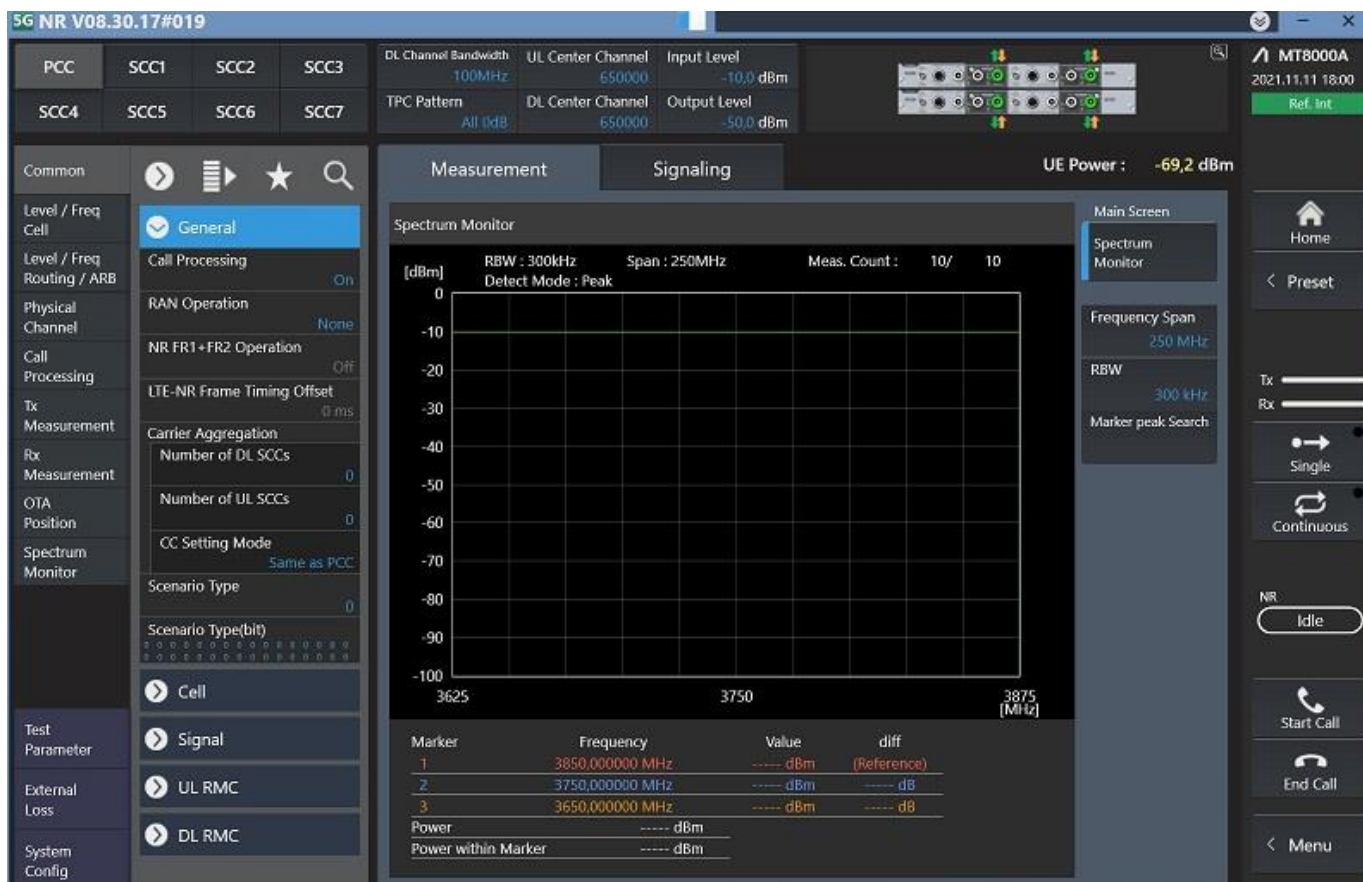

рисунок 10.4.2
10.4.4 Выполнить заводскую установку (Preset) поверяемого анализатора, для чего в окне программы (рисунок 10.4.2), выбрать пункт < Preset и кликнуть на клавише Preset.
10.4.5 Выполнить полную калибровку поверяемого анализатора, для чего в окне программы (рисунок 10.4.2) войти в меню < Menu (или Start Cal), кликнуть < Calibration, выбрать опцию Full Cal, Execute, OK.